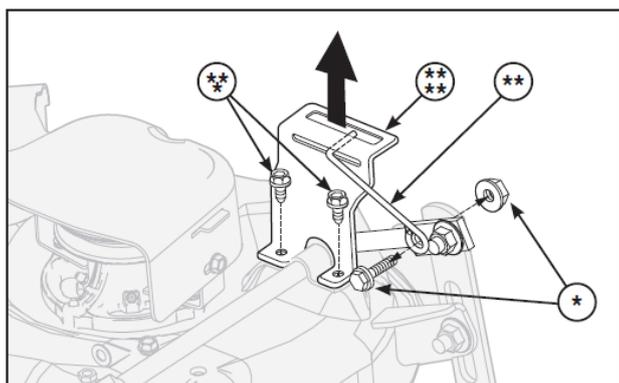
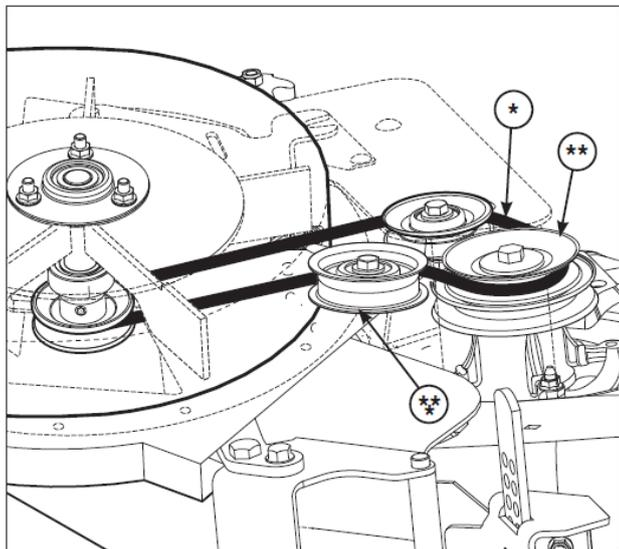

図 1
図 21
1. 刈高表示ロッド(図1の**)を固定しているボルトとナット(図1の*)取り外してください。刈高表示ロッド、ボルト、ナットは保管しておきます。
1. ブLOWER駆動ベルト(図 21 の*)を図に示されているようにプーリー(**)とプーリー (***)に通してください。
2. もしブLOWER駆動プーリー (図 21**) がブLOWERファンアイドラープーリー (***)と図 21 の位置 (同じ高さ) になっていなかったら、前のピボットブラケットのナットを緩めてください。(図 1 1 参照)
4. 図 1 1 で組み付けられた前のピボットブラケットと補助車輪をしっかり締めてください。